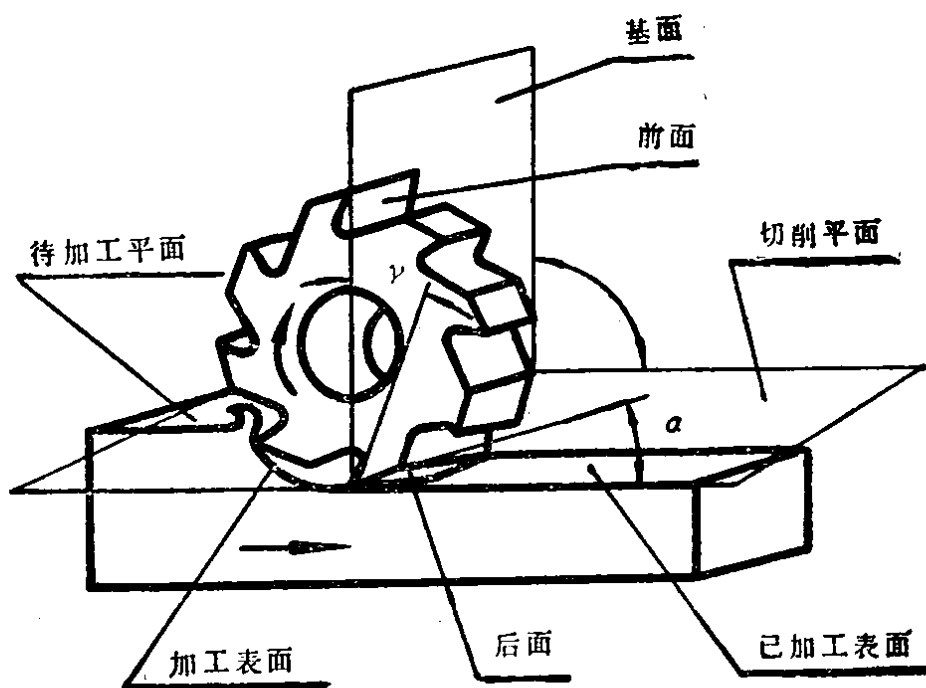

图2
(1)前角——基面与前面的夹角，用 γ 表示，如图2所示。
(2)后角——后面与切削平面的夹角，用 α 表示，如图2所示。